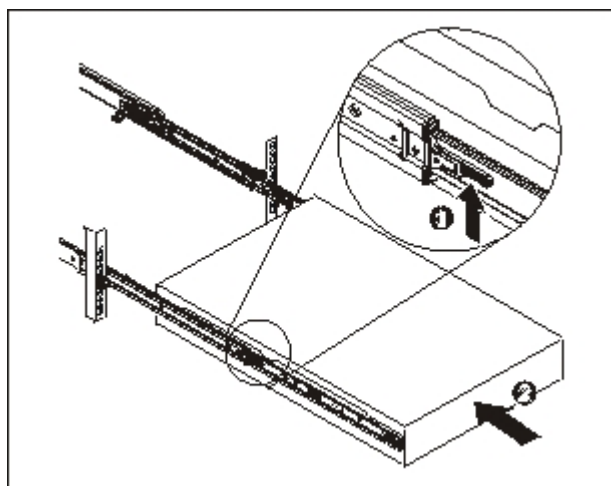

図 11. アプライアンスをラックにスライドさせて入れる
6. 21 ページの図 11 に示すように、アプライアンスをラックにスライドさせて入れます。